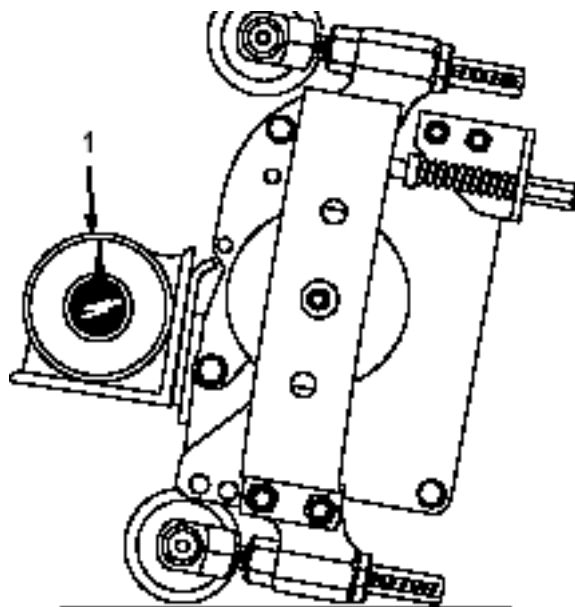

図 20
1. ベッドナイフに傾斜計 (P/N 99-3503) を当て、ベッドナイフの角度を測る (図 20)。